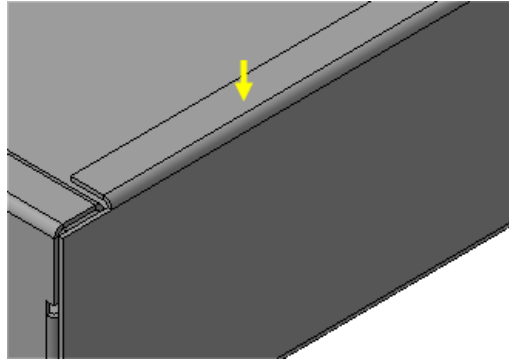

Рисунок 40.
- Нажмите кнопку Создать объект  (рис. 40).